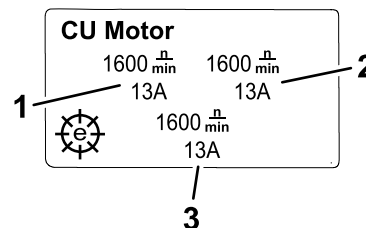

Figure 21
- **Écran d'information sur les moteurs des unités de coupe** (Figure 21) : il indique la vitesse et le courant de chaque moteur de cylindre.